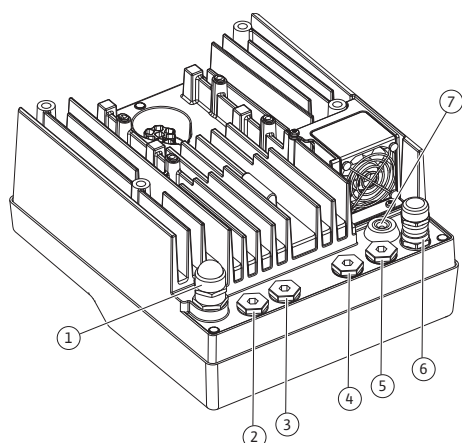

Fig. 19: Kabelförskruvningar/
| Anslutning                                                                               | Kabelförskruvning      | KabelgenomföringFig. 19, pos. | Plintnr                         |
| SSM1~220 V AC...1~240 V AC12 V DC                                                | Plast                  | 2                                 | 2 (Fig. 19)                     |
| SBM1~220 V AC...1~240 V AC12 V DC                                                | Plast                  | 3                                 | 3 (Fig. 19)                     |
4. För in anslutningskabeln genom kabelförskruvningen M25 (Fig. 19, pos. 1). Skruva fast kabelförskruvningen med föreskrivna vridmoment.